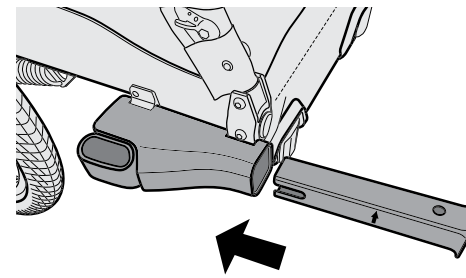

Figure 9
3. Insérez totalement le manchon jaune dans le récepteur rapide, flèches pointées vers le haut (Figure 9).